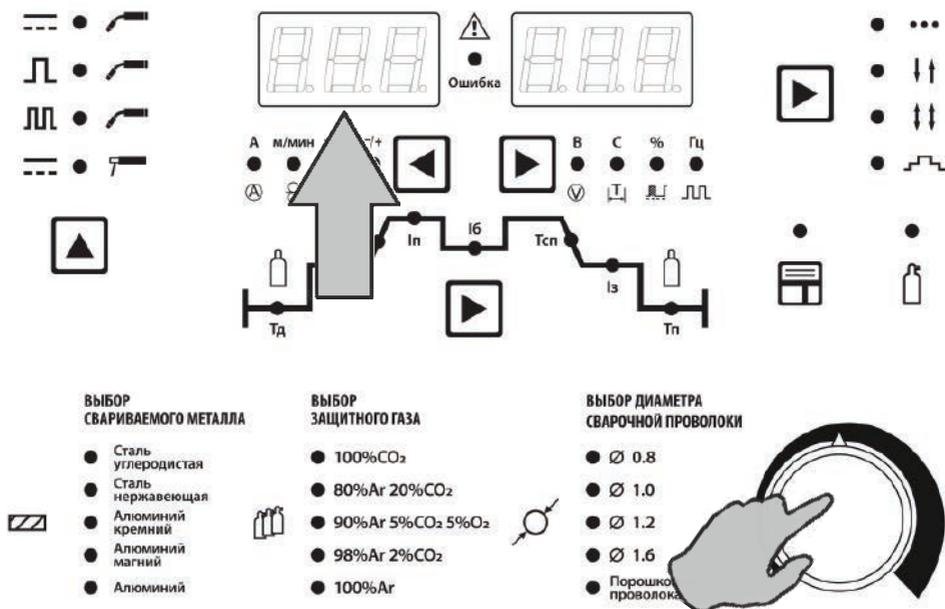

Рис. 10.1.5. Установка значения Arc Force.
5. Установите необходимое значение Arc Force (см. рис. 10.1.5). Выберите на циклограмме «In» с помощью кнопки переключения параметров циклограммы.